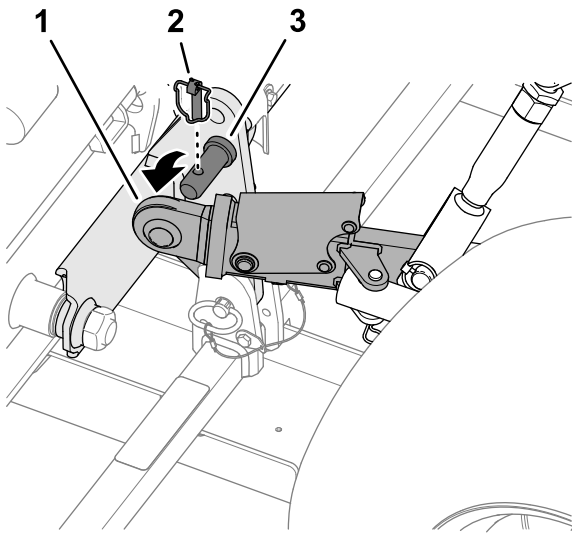

图 47
1. 拆下 2 个保险销将下连杆臂从机器的连接销上滑下图 47。